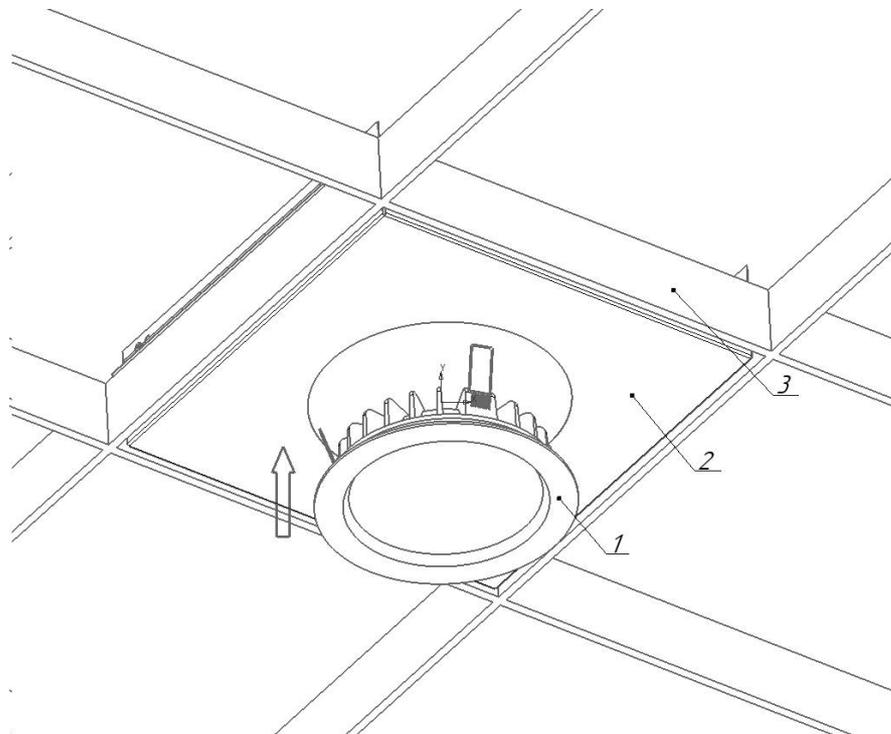

Рисунок 6 - Схема установки светильника в потолок Грильято
5.4.4 Сжав пружины, установите светильник в крепление Грильято (см. рисунок 6)